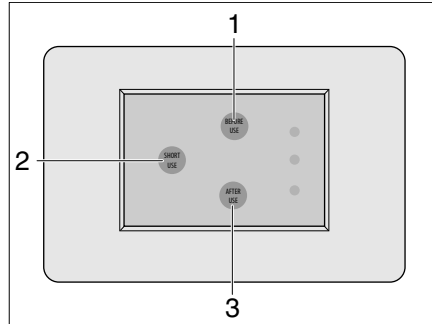

Fig. 373 Panneau Toilette avec broyeur
- Appuyer sur la touche Short-Use (Fig. 373,2).
- Avant le passage aux toilettes, appuyer sur la touche Before-Use (Fig. 373,1).
- Après le passage aux toilettes, appuyer sur la touche After-Use (Fig. 373,3).